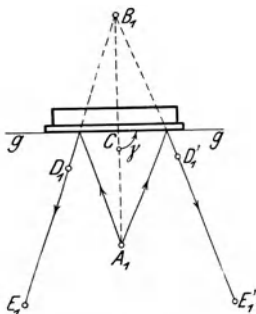

Fig. 116.
h) Schließe das eine Auge und stecke nahe beim Spiegel die Nadel  $D_1$  (Fig. 116) und  $\sim 12$  cm weit davon entfernt die Nadel  $E_1$ , so in das Reißbrett, daß für das offene Auge, das  $\sim 20$  cm hinter  $E_1$  steht, die Spitzen von  $D_1$ ,  $E_1$  und von dem Bilde der Nadel  $A_1$  zusammenfallen. Umringle die Nadelstiche und schreibe die Buchstaben daran.